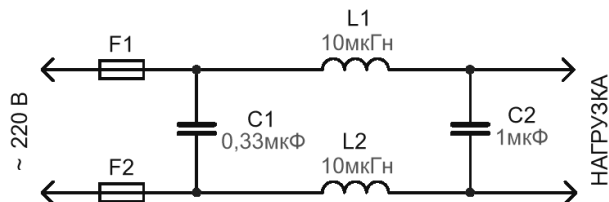

Рис.5 Сетевой фильтр
**Примечание:** С целью подавления помех по электросети от устройства, рекомендуем на входе установить фильтр, электрическая принципиальная схема которого показана на **рис.5**.